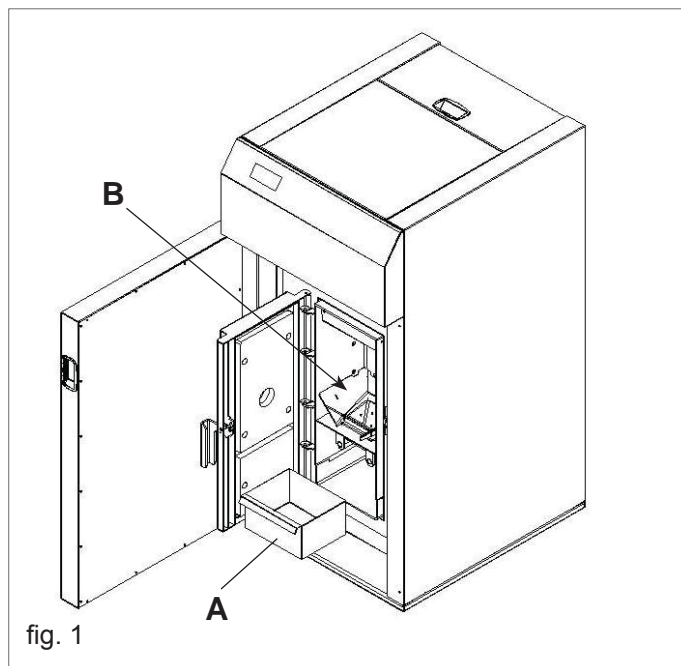

fig. 1
- aprire la porta frontale ed estrarre il cassetto cenere (A - fig. 1);
- estrarre se necessario gli scivoli sul crogiolo (B - fig. 1);
Cassetto cenere e crogiolo (fig. 1)	•